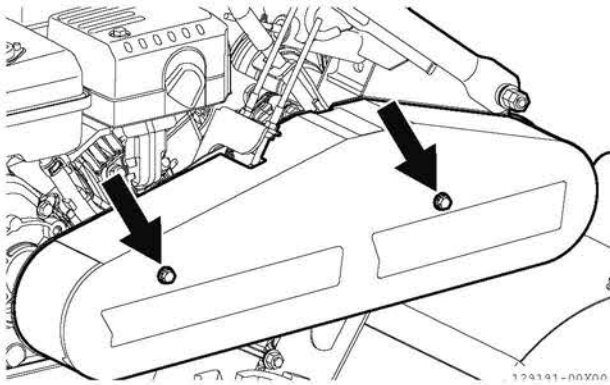

図 4-9 ベルトカバー
1. ベルトカバーを外します。(ボルト2本) (図 4-9)